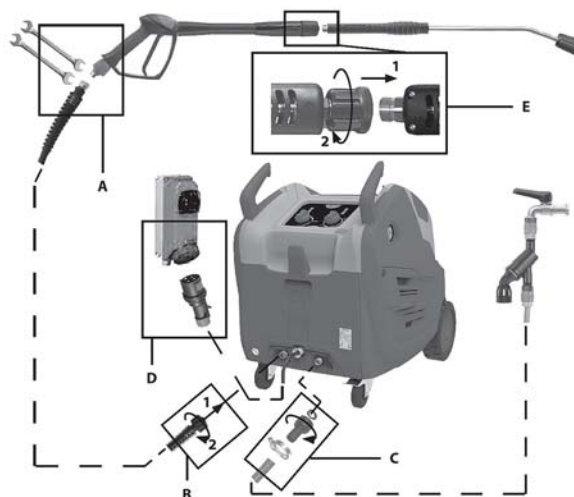

Abb. 6: Installation
- Den Hochdruckreiniger in Arbeitsposition bringen und durch Nutzung des Lenkers (2) bewegen.
- Die Bremse (40) des drehbaren Rades (39) betätigen.
- Den Hochdruckschlauch (35) komplett abrollen.
- Unter Verwendung einer Schelle (50) an der Halterung Wasserzulaufschlauch (25) einen Versorgungsschlauch mit einem Innendurchmesser von 19 mm/0,75 in befestigen. BEDIENABLAUF C von Abb. 6.
- Prüfen Sie, dass der Drehknopf für die Reinigungsmitteldosierung (34) vollständig geschlossen ist.
- Prüfen Sie, dass der Geräteschalter (1) auf Position „0“ steht und stecken Sie den Netzstecker in die Steckdose. BEDIENABLAUF D von Abb. 6.
- Stellen Sie den Geräteschalter auf Position EIN. Auf dem Bedienfeld leuchtet die Kontrolllampe auf (42)
- Betätigen Sie den Hebel (22) der Handspritzpistole und warten Sie, bis ein kontinuierlicher Wasserstrahl austritt.
- Bringen Sie den Geräteschalter (1) auf die Position „0“ und schließen Sie das Strahlrohr (21) oder (29) an die Handspritzpistole (24) oder (52) an; ziehen Sie bis zum Anschlag fest. BEDIENABLAUF E von Abb. 6.